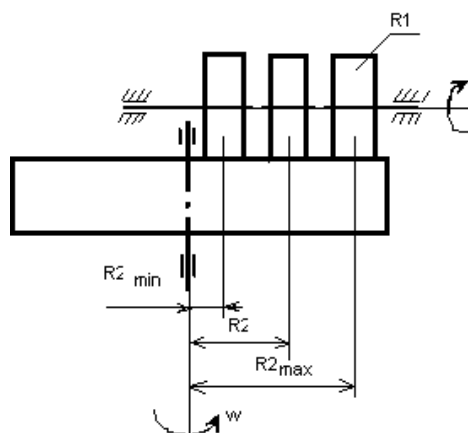

Рисунок 1 Лобовой вариатор
1) Лобовой вариатор (рис. 1) применяют в винтовых прессах и приборах. В таком вариаторе оси взаимно перпендикулярны, а изменение скорости ведомого вала происходит за счёт осевого перемещения ролика. Лобового вариатор допускает реверсивные вращения ведомого вала при одностороннем вращении ведущего. Ведущим звеном в лобовой передаче может быть либо ролик, либо работающий торцом диск. Передаточное число лобового вариатора